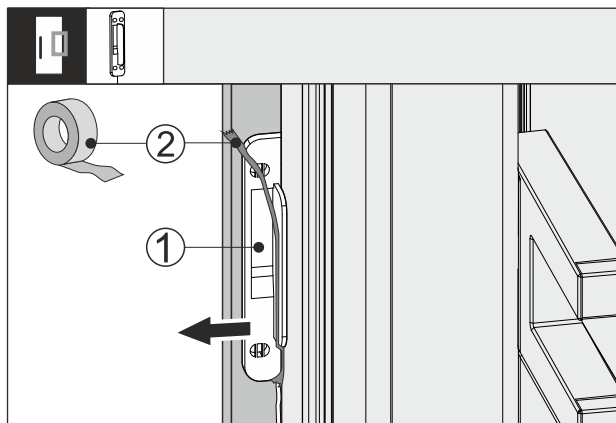

Fig. 64
- Irrota teippi Fig. 64 (2) koputusanturista Fig. 64 (1).